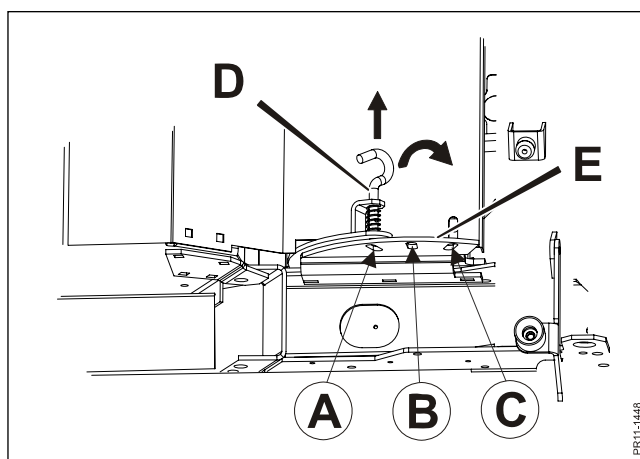

Fig. 3-13
Fig. 3-13 Crimperpladens afstand til rotoren ændres ved at flytte håndtaget **D** til et af de to andre huller i konsollen **E**. Placeres håndtaget i pos. (A) er afstanden mellem crimperpladen og crimperfingrene lille, i pos. (B) er afstanden mellem og i pos. (C) er afstanden stor.